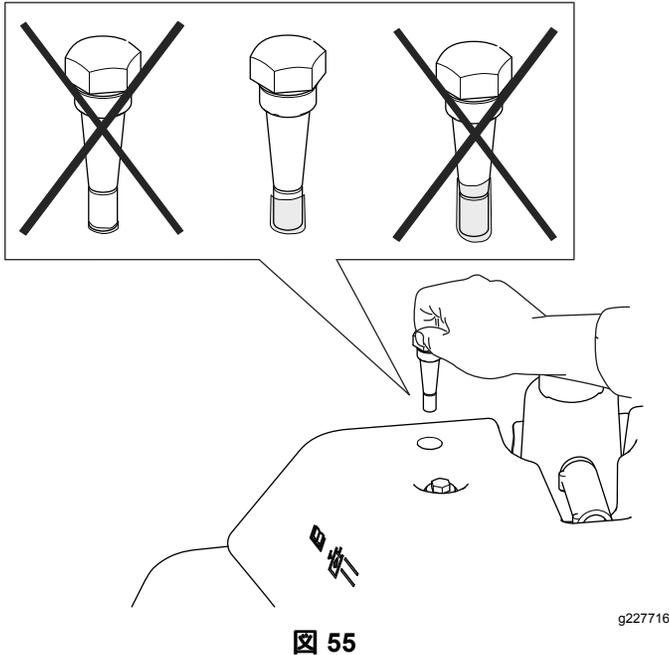

図 55
4. ディップスティックを抜いて油量を点検する。オイル量が2本のマークの間であれば油量は適正である。油量が2つのマークの間でない場合は適正量に調整する **図 55**。